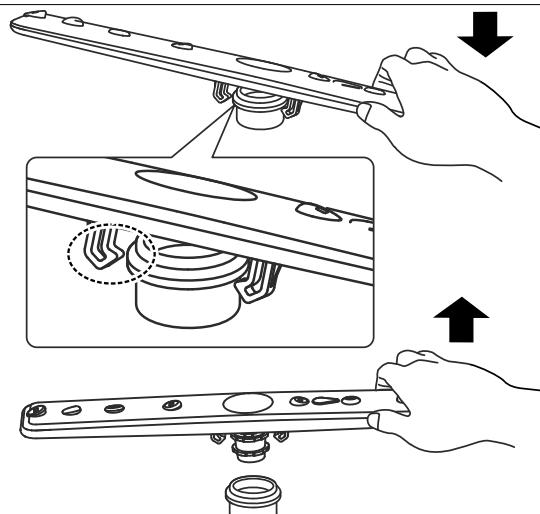

Abb. 22 – Sprüharm herausnehmen
- ▶ Entfernen Sie die Sprüharme (1 und 2) im Innern des Gerätes (siehe Abb. 22), um sie zu reinigen. Ziehen Sie jeweils den Sprüharm aus der Befestigung.